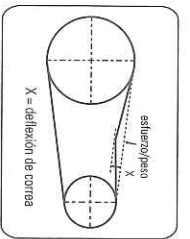

FIGURA 8.4
- D. Inspeccione las correas de transmisión y el motor eléctrico. Para verificarla retire el protector de correa. Tras la inspección, coloque el protector fijando los tornillos (Figura 8.4 e 8.5). Cuando sea necesario reemplace las correas.